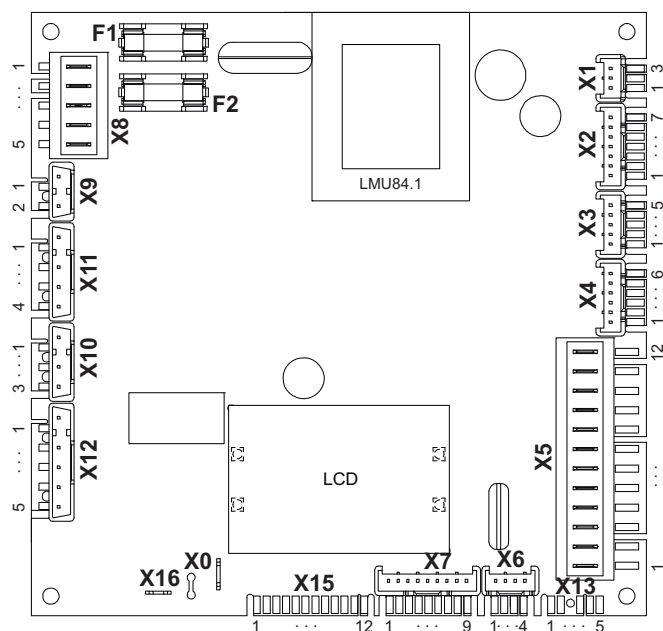

Figura 4-15 Scheda elettronica della regolazione
Tab. 4-3 Assegnazione collegamenti scheda elettronica pannello di comando (legenda di figura 4-15)
- Posare i cavi della sonda (cavo a 2 fili, sezione minima 1 mm2) e collegarli alla regolazione di ROTEX GW alla morsettiera a listello **X5** e ai **collegamenti 11 e 12** (v. figura 4-15).